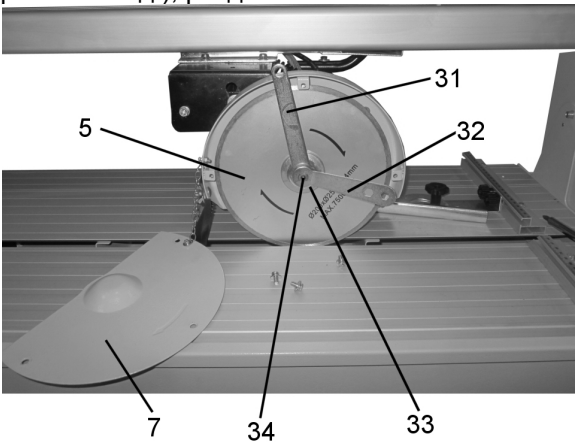

Рис. 10
12. ЗАМЕНА ОТРЕЗНОГО ДИСКА (Рис.10)